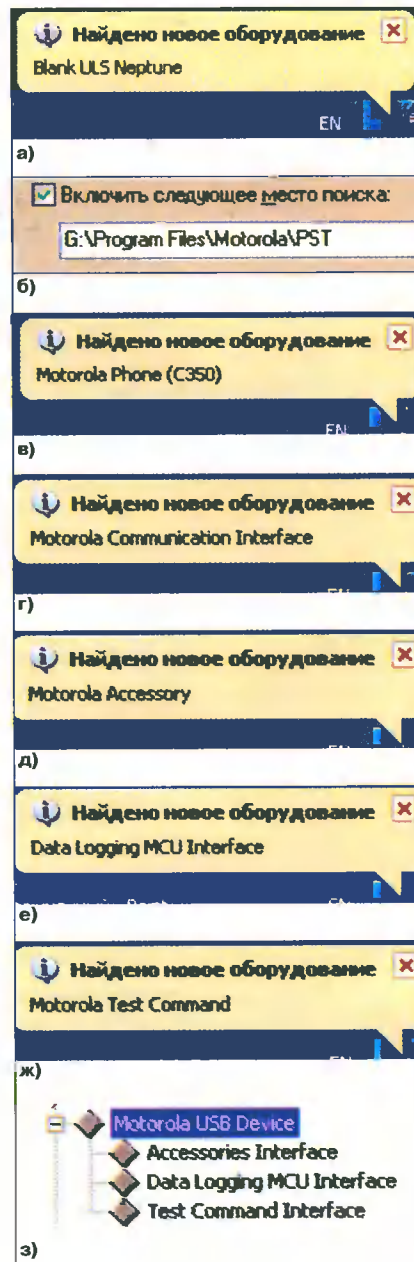

Рис. 3. Установка драйверов
Blanc ULS Neptune (S Flash Neptune, рис. 3а).
ва PST в качестве пути их размещения необходимо указать папку, куда уставлена данная программа (рис. 3б).
5. Для обнаруженного устройства (рис. 3в) устанавливают драйверы (например, входящие в состав PST, см. п. 2).
входящие в состав Motorola Flash Interface (рис. 3г — 3ж). Для данных устройств также можно использовать драйверы, входящие в состав PS.
После корректной установки драйверов всех составных частей в списке устройств компьютера появится составное USB-устройство Motorola Flash Interface (рис. 3з), посредством которого осуществляются все операции с Flash-памятью телефонов Motorola.